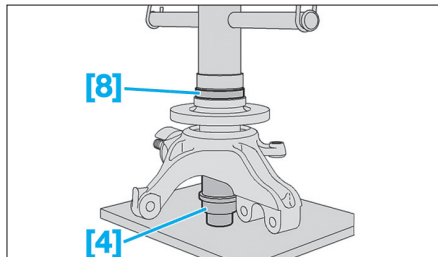

Fig. 39
- Positionner les outils [4] et [8] (Fig.39).